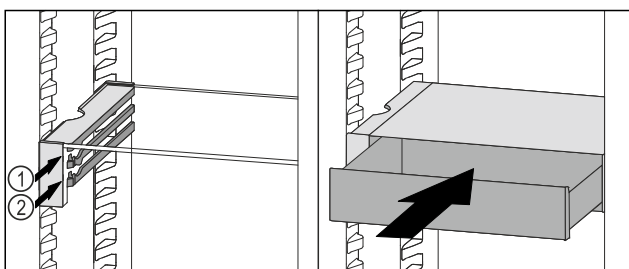

Fig. 168
- ▶ Встановити висувний ящик VarioSafe за стопорами на потрібне ребро Fig. 168 (1) або Fig. 168 (2).